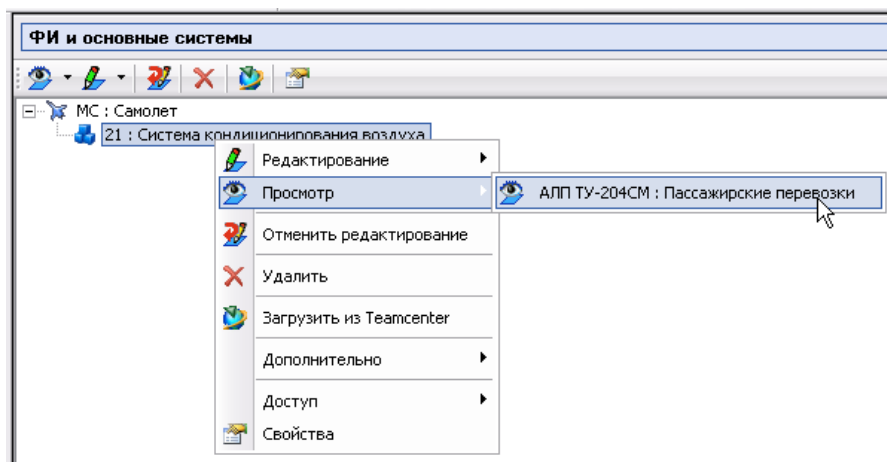

Рис. 1-5
- В контекстном меню выделенной системы выберите пункт **Просмотр**, затем в появившемся меню выберите анализируемый проект АЛП (рис. 1-5).